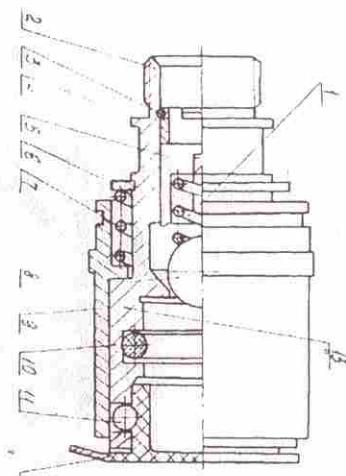

Рисунок 11 – Полумуфта
3) Полумуфта (рис. 11) крепится на шасси полуприцепа и через штуцер 2 соединяется со шлангом маслопровода, идущим к гидролиниаду опрокидывающего механизма. Шарики 11 замка муфты задаются запорной втулкой 9 в колцевой канавке полумуфты трактора.